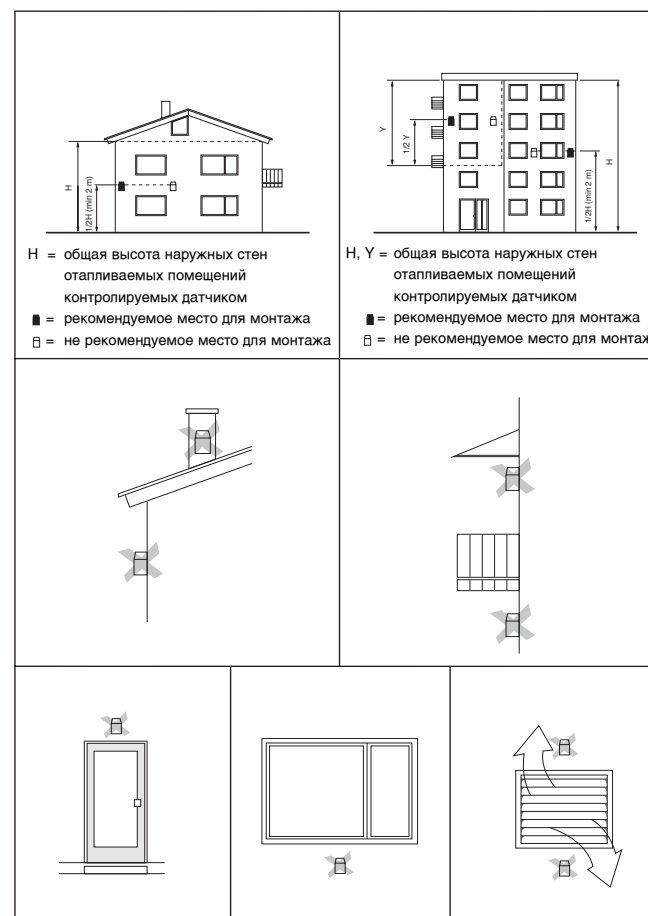

Рис. 12. Место для монтажа датчика наружной температуры
- середина наружной стены обогреваемого здания или помещения (H1/2 – рис.12).